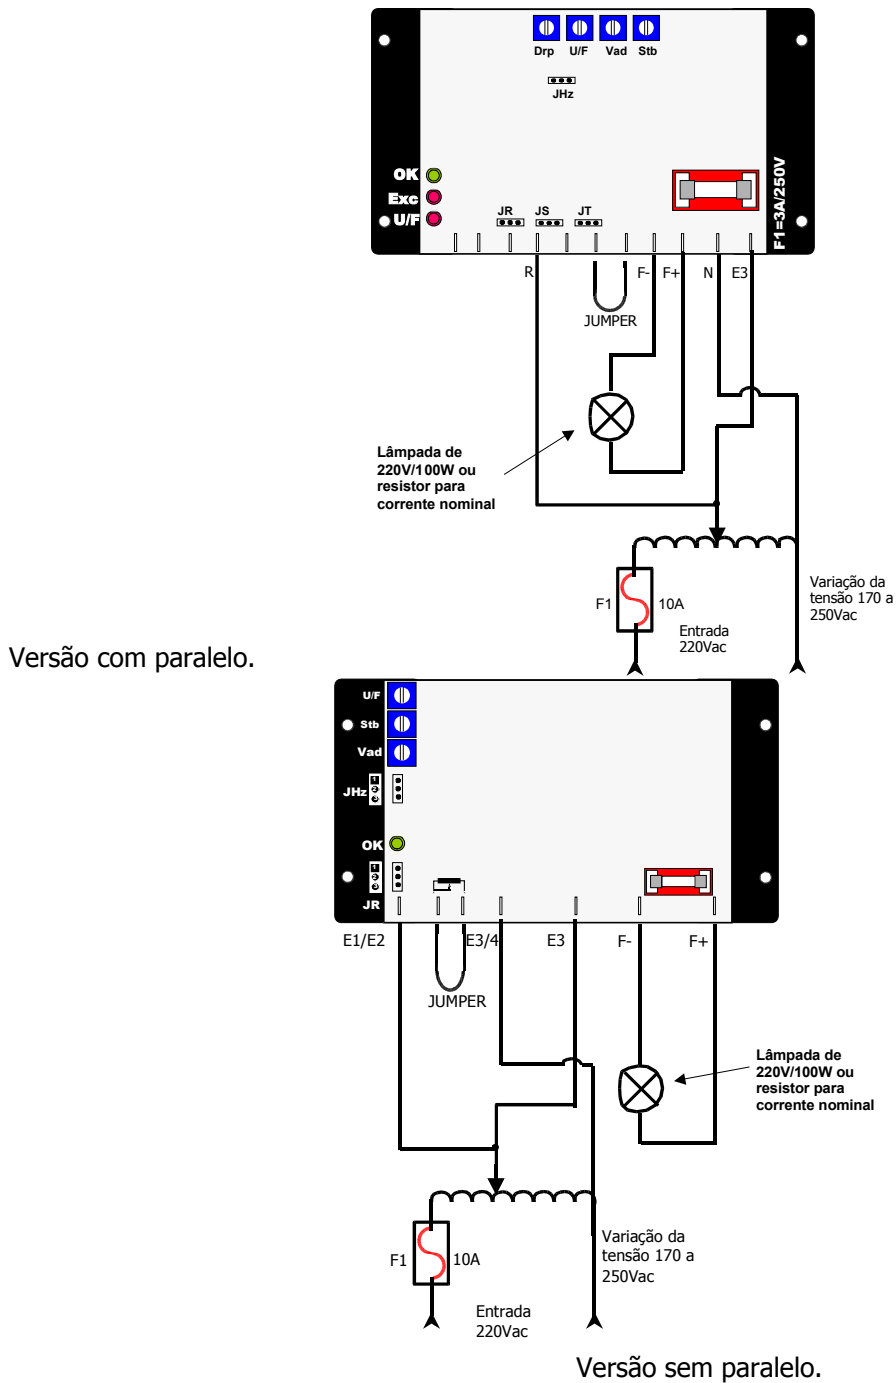

Figura 14 - Ligação dos reguladores sem gerador, com e sem versão paralela
- ⚡ A tensão da lâmpada deve ser igual à tensão aplicada na entrada. A Figura 14 apresenta um exemplo utilizando uma lâmpada de 220V/100W.